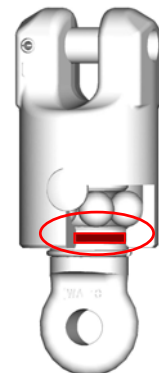

Abb. 2:
- Der schwarze Gummiring am Adaptersteg darf am Gehäuse nicht sichtbar sein oder austreten (Abb. 2).